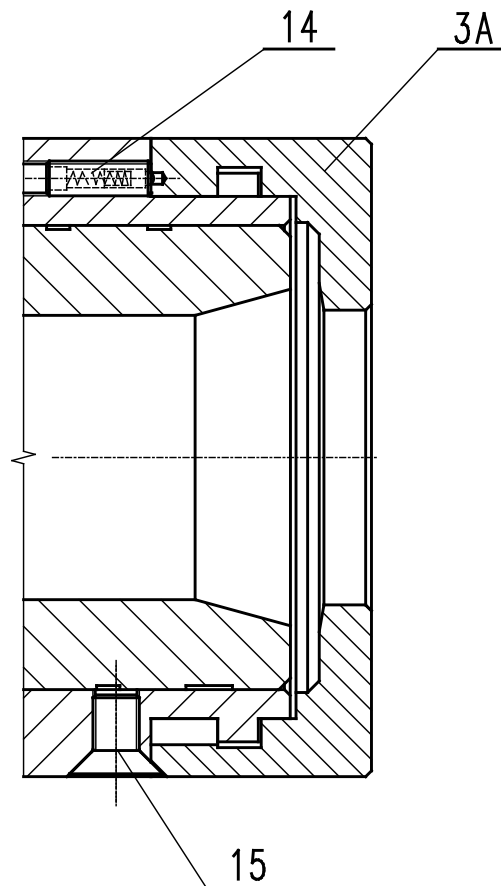

Abb.1a Spannfutter 2905- S
- Bajonettverschluss (3A) Abb. 1a,
- Verdrehsicherungsschraube (15),
- Dornverschluss (14).